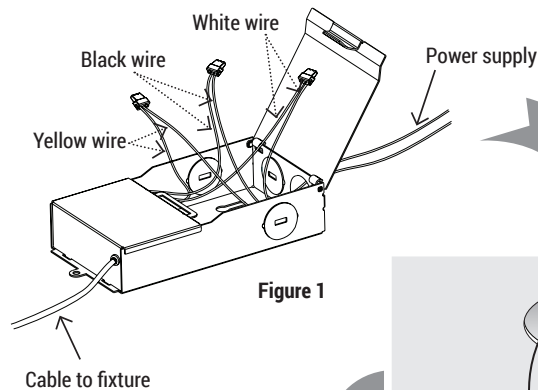

Figure 1
3. Using wire nuts, connect green ground wire of cable to green wire on box. Connect white wire of cable to white wire of box. Connect black wire of cable to black wire of box. (Figure 1)
3. À l'aide des écrous, connectez le fil vert du câble au fil vert sur la boîte. Brancher le fil blanc du câble au fil blanc de la boîte. Connectez le fil noir du câble au fil noir de la boîte. (Figure 1)